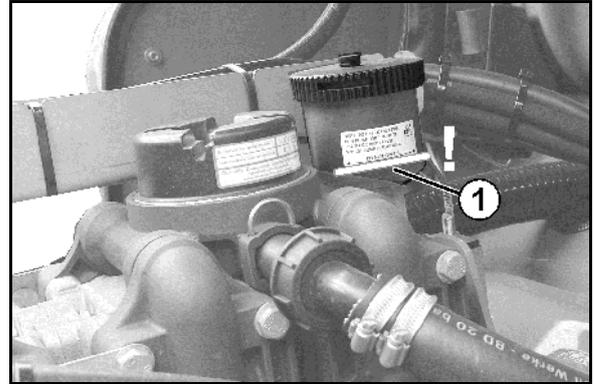

Fig. 202
2. Enlevez les vis (Fig. 202/1).
3. Enlevez le couvercle de soupape (Fig. 202/2).
4. Retirez les jeux de clapets (Fig. 202/3).
5. Enlevez le joint de soupape (Fig. 202/4) et le joint torique (Fig. 202/5).